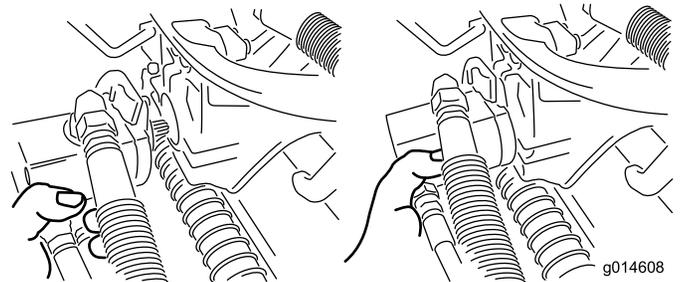

Figure 47
3. Amenez le moteur à la position de rangement sur l'avant du bras de suspension (Figure 47).